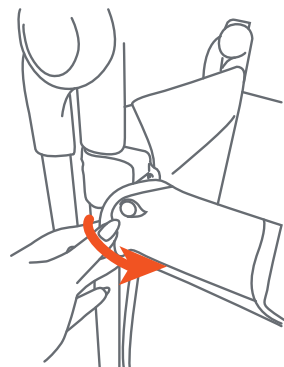

Fig. 10d
- To locate the zipper loop, unhook the wagon fabric (Fig. 10d) from the tab on the rail.
- Para ubicar el lazo de la cremallera, desenganche la tela del vagón (Fig. 10d) de la pestaña del riel.